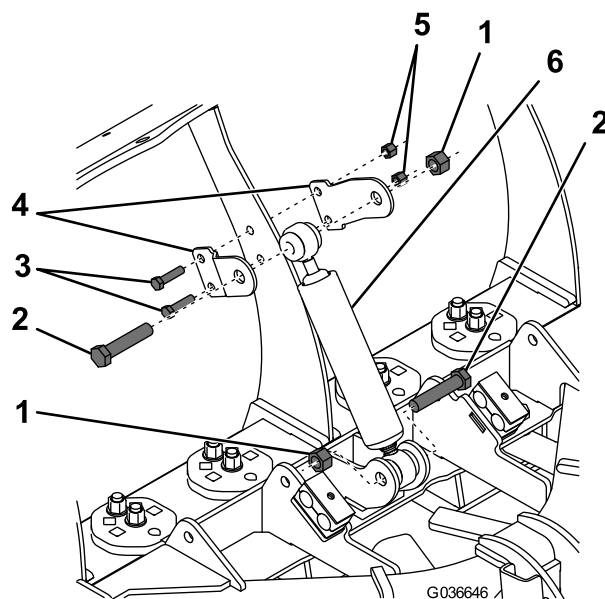

Bild 3
3. Befestigen Sie das Ende des Stoßdämpfers mit einer Schraube ($\frac{5}{8}$ ") und einer Sicherungsmutter am Schubrahmen, wie in **Bild 3** abgebildet.
4. Befestigen Sie die Schardämpferbefestigung mit einer Schraube ($\frac{5}{8}$ ") und einer Sicherungsmutter oben am Stoßdämpfer, wie in **Bild 3** abgebildet.
- Schieben Sie die Dämpferbefestigung des Schneeschilds auf die mittlere Rippe des Schneeschilds und befestigen sie mit zwei Schrauben ($\frac{3}{8}$ " x $1\frac{1}{2}$ ") und Sicherungsmuttern (Bild 3).
- Fahren Sie den Stoßdämpfer aus, sodass 6 mm der Stange sichtbar sind (Bild 3).